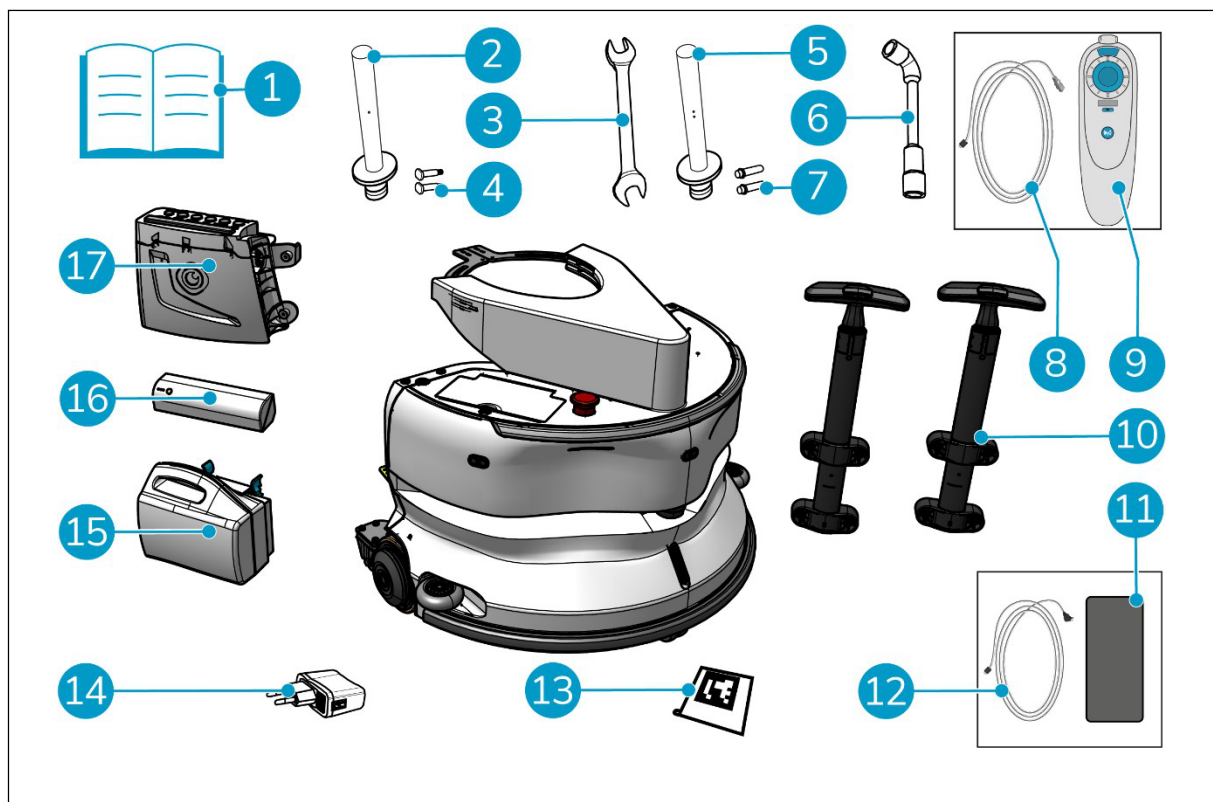

Figura 10
1. Utilice la llave suministrada (figura 10, pos. 3 y 6) para retirar las ruedas delanteras (figura 14, pos. 2) de la i-mop XL.
Barra de conexión con 1 orificio (Tipo I) y ejes correspondientes (Figura 10, pos. 2 y 4)
Barra de conexión con 2 orificios (Tipo II) y ejes correspondientes (Figura 10, pos. 5 y 7)